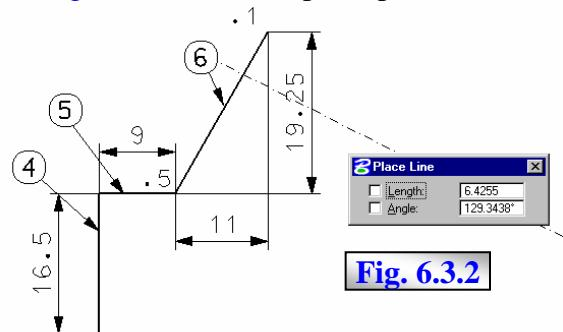

Fig. 6.3.2
3. Trasare succesiune de linii 4, 5, 6, fig. 6.3.2 - lungimea liniei 4 pe verticală este de $33/2=16.5$; lungimea liniei 4 pe orizontală este de 9; linia 6, între punctele .5 și .1, are capătul .1 plasat, față de punctul .5, la distanța $20-9=11$ pe orizontală respectiv pe verticală la distanța $(71.5-33)/2=19.25$; cotele din **fig. 6.3.2** sunt informative, pentru clarificarea operației.